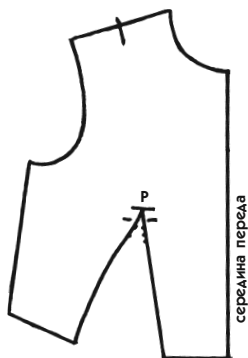

Рис. 137
3. Вам остается скопировать недостающую часть, то есть продолжение плеча, пройму, боковой срез, часть линии талии и вторую линию вытачки талии, чтобы получить лекало, идентичное рис. 137. Сравните его с рис. 104 и вы увидите, что они совершенно одинаковы. Укоротите вытачку в соответствии с ранее данными объяснениями.